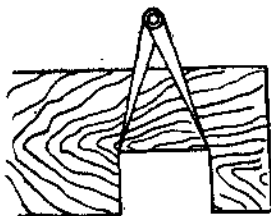

图8. 兩脚規量物圖
2. 遇有因地位窄小，不能直接用尺量时，可先用两脚規量取距离后，如图8所示，再把两脚規的距离用尺测量。